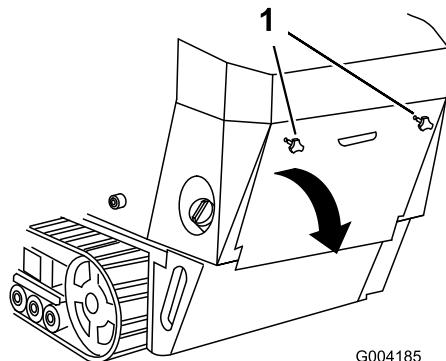

Figura 29
- Desenrosque los 2 pomos que fijan la tapa de acceso trasera a la máquina (Figura 29).
2. Baje la tapa de acceso trasera y retírela para tener acceso a los componentes internos (Figura 29).